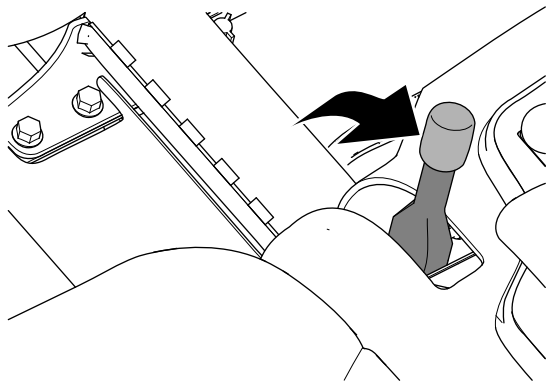

Figura 28
2. Engate o travão de estacionamento (Figura 28).